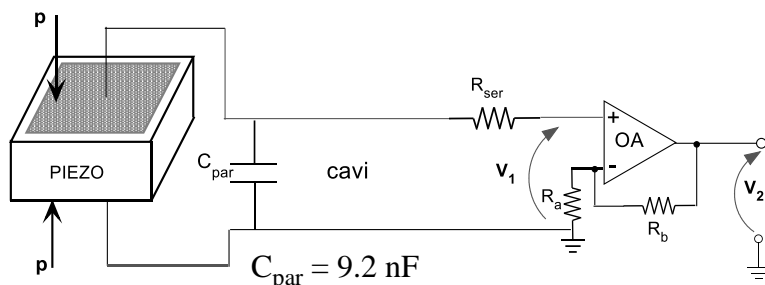
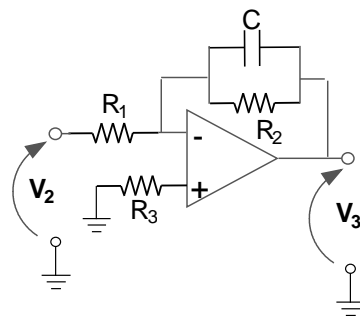

Figura 3
Figura 4
Per soddisfare la specifica del punto precedente si inserisce una capacità $C_{\text{par}} = 9.2 \text{ nF}$ in parallelo al sensore e una resistenza R_{ser} in serie all'ingresso dell'amplificatore, come indicato in Figura 3.
8) Con riferimento alla Figura 3, sapendo che $R_a = 10\text{ k}\Omega$ e $R_b = 30\text{ k}\Omega$, scrivere la funzione di trasferimento $G_2(s)$ che lega V_2 alla pressione p , determinando il guadagno in banda passante K_2 (in $mV/mmHg$).
A valle del sistema di Figura 3 viene inserito il circuito mostrato in Figura 4:
9) Scrivere la funzione di trasferimento $G_f(s) = V_3/V_2$ del circuito di Figura 4 (considerando ideale l'Opamp). Inoltre scrivere la funzione di trasferimento $G_3(s) = V_3/p$ dell'intero strumento di misura. Assumendo che sia $CR_2 \ll \tau$, dire di che tipo è la funzione di trasferimento $G_3(s)$ (passa-alto, passa-basso, passa-banda) e mettere in evidenza il guadagno in banda passante K_3 dell'intero strumento.
10) Sapendo che $R_1 = 10\text{ k}\Omega$, determinare il valore di R_2 e il valore di C del circuito di Figura 4 in modo tale che K_3 abbia valore in modulo 10 volte maggiore di K_1 , e in modo che la banda di accuratezza al 5% dell'intero strumento di misura si estenda superiormente fino alla frequenza $f_{sup} = 150\text{ Hz}$.
12) Considerando i parametri statici dell'Op Amp in figura 4 (tensione di offset in ingresso V_{OS} al morsetto +, correnti di polarizzazione I^+ , I^- entranti), scrivere l'espressione della tensione di uscita V_3 per effetto dei soli parametri statici, ovvero assumendo $V_2 = 0\text{ Volt}$. Si indichi in tal caso $V_3 = V_{noise}$.